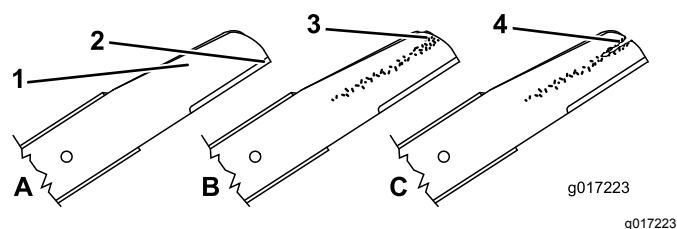

Figure 38
1. Examinez le tranchant des lames (Figure 38). Si elles sont émoussées ou présentent des indentations, déposez les lames et affûtez-les ou remplacez-les.
2. Inspectez les lames, surtout la partie relevée (Figure 38). Remplacez immédiatement toute lame endommagée, usée ou qui présente une entaille.